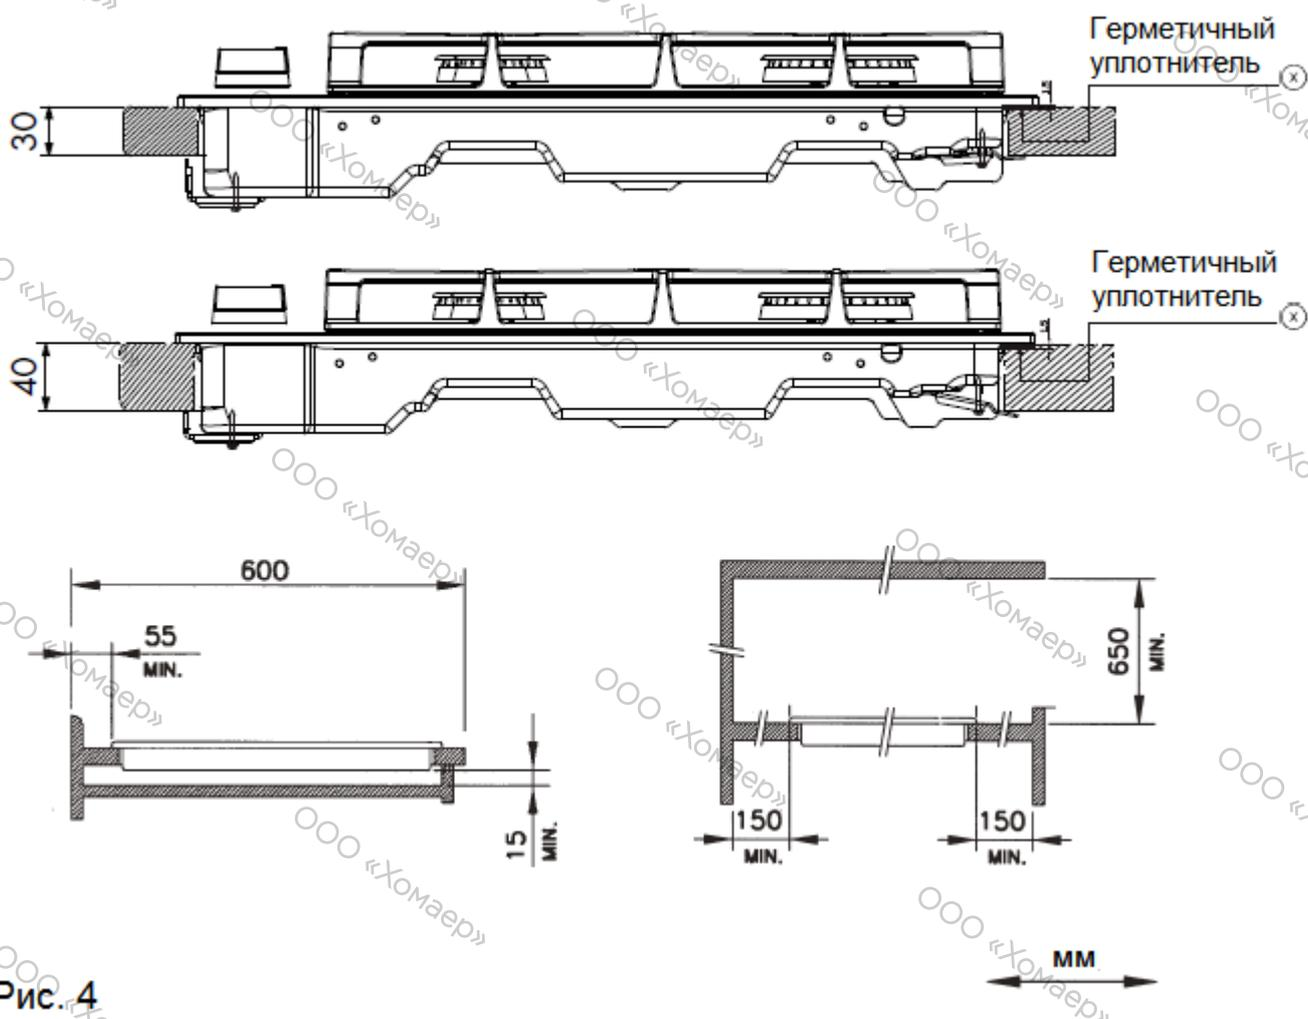

Рис. 4
(Рисунок 4). Данная варочная панель подходит для встраивания в столешницу, как показано на рисунке далее. Перед установкой прибора по всему периметру выреза, сделанного в столешнице, необходимо проложить уплотнитель (X).
Рис. 4а
Рис. 4б
Рис. 4в
Рис. 4г